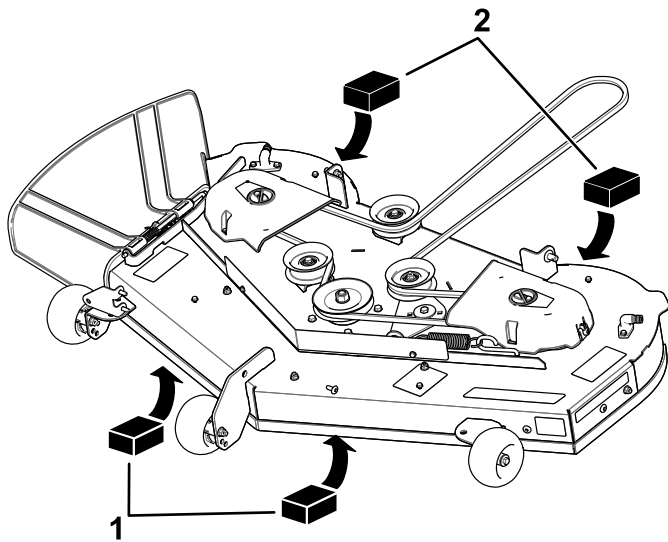

Figura 61
4. Coloque dos bloques de 6.6 cm (2⁵/₈") de grosor debajo de cada lado del borde delantero de la carcasa, pero no debajo de los soportes de los rodillos protectores del césped (Figura 61).
5. Coloque dos bloques de 7.3 cm (2⁷/₈") de grosor debajo del borde trasero del faldón de la carcasa de corte, uno en cada lado de la carcasa de corte (Figura 61).